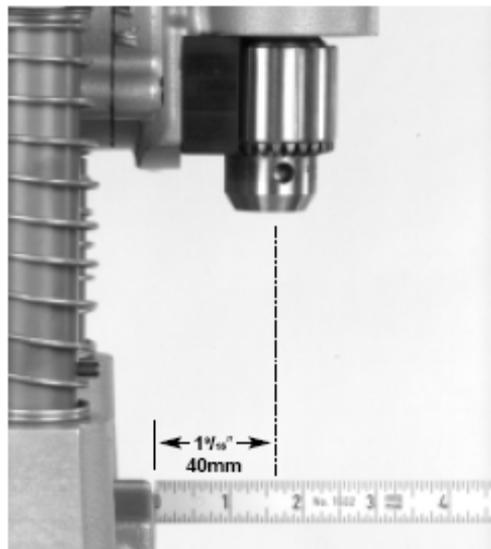

图14 — HC-300钻孔中心线距离底座前部边缘距离
7. 固定圆孔锯至要钻孔的位置，钻孔中心距离底座前部边缘的距离为1 9/16英寸（见图14）。